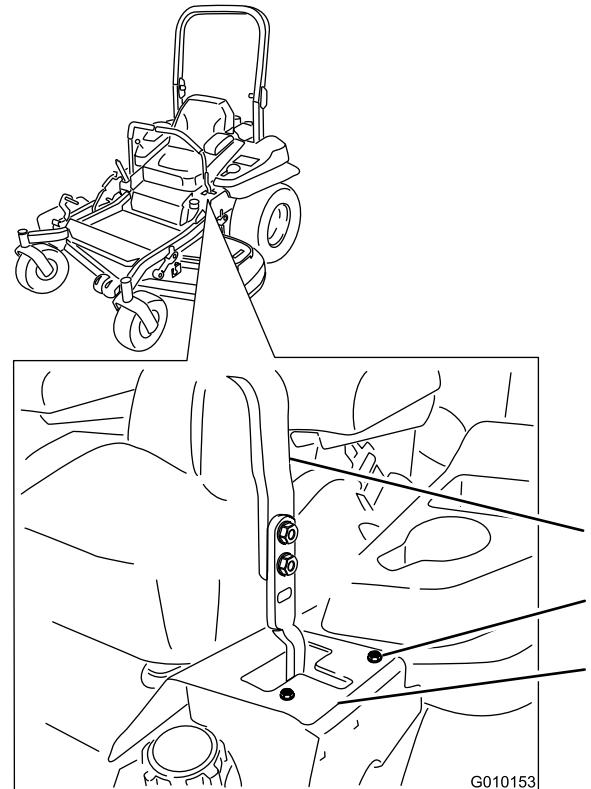

Figure 50
gauche, jusqu'à ce que la machine se déplace en ligne droite (Figure 50).
7. Si elle se déporte à gauche, desserrez les boulons et reculez la plaque de butée droite dans la fente en T droite, jusqu'à ce que la machine se déplace en ligne droite (Figure 50).
8. Serrez les boulons de la plaque de butée (Figure 50).